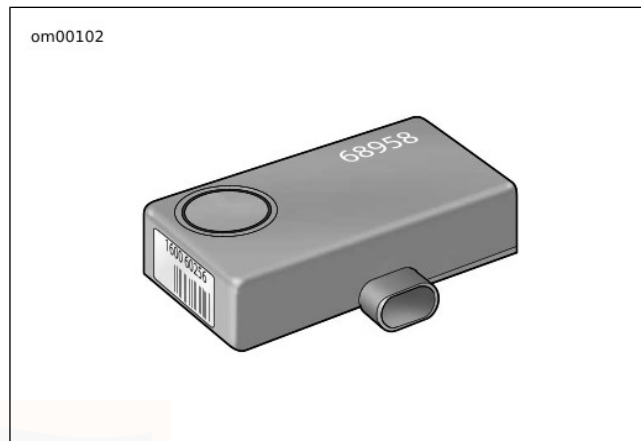

Figura 22. Sirena Smart opzionale
- Vedere Figura 22. Scatta la sirena opzionale.